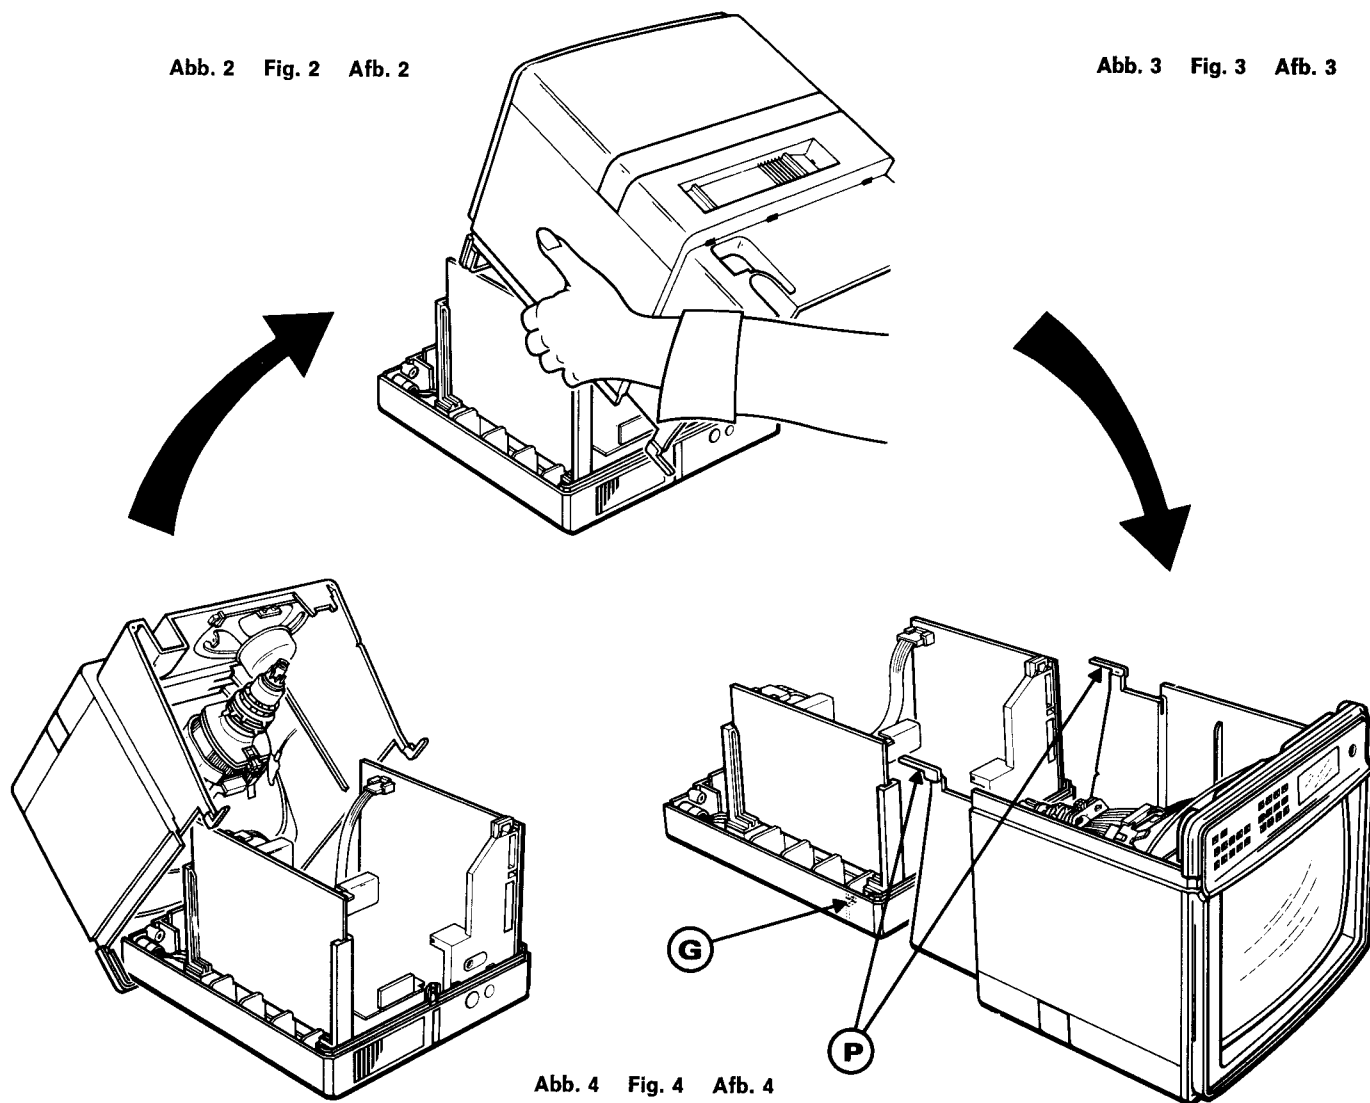

Abb. 4 Fig. 4 Afb. 4
- Das Gehäuse nach vorn kippen und dann so nach hinten schieben, daß die Laschen P in die entsprechenden Führungen C kommen (Abb. 4).
- Carefully put down the inverted unit on a protective surface (figure 4).
- Tilt the unit forwards and slide it towards the rear to install it, insuring that the tabs P enter the corresponding guides C (figure 4).
- Déposer délicatement le coffret retourné sur une surface de protection (figure 4).
- Basculer le coffret vers l'avant et le glisser vers l'arrière pour le mettre en place, en prenant soin d'engager les languettes P dans les guides correspondants C (figure 4).